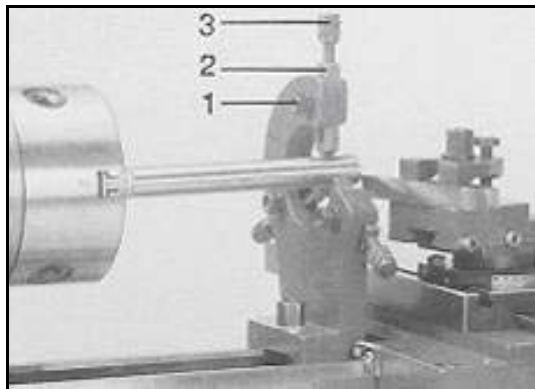

Рис. 23
Поворачивая винты с накатной головкой (3, *Рис.23*) пока все упорные губки (2) не соприкоснутся с заготовкой, не зажимая ее.